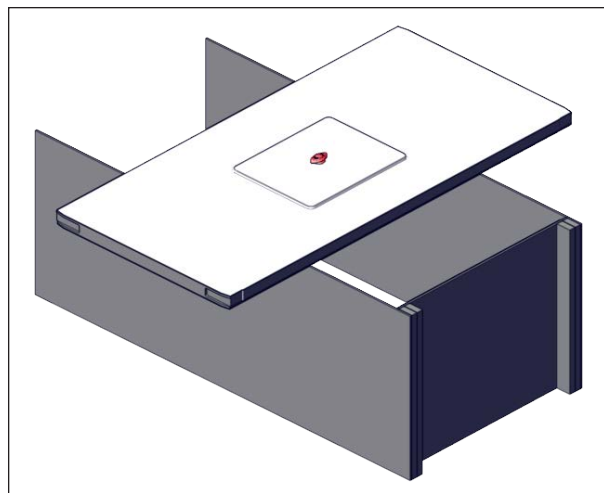

FIGURE 26: INSTALLATION DE LA SORTIE D'URGENCE
5. Tourner la poignée de la porte de sortie d'urgence pour rétracter les bras et l'installer dans l'ouverture de la sortie d'urgence du panneau central, voir Figure 26.